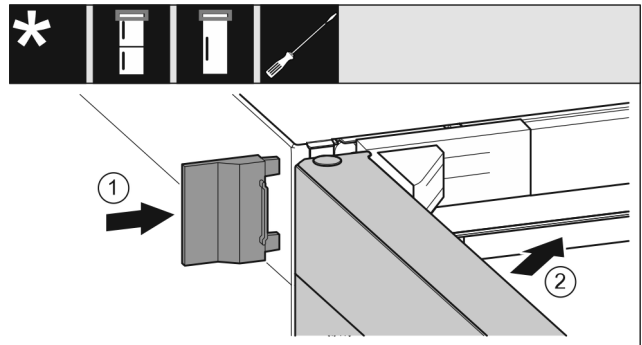

Fig. 24
- Slide on the outer cover Fig. 24 (1).
- Close the top door Fig. 24 (2).